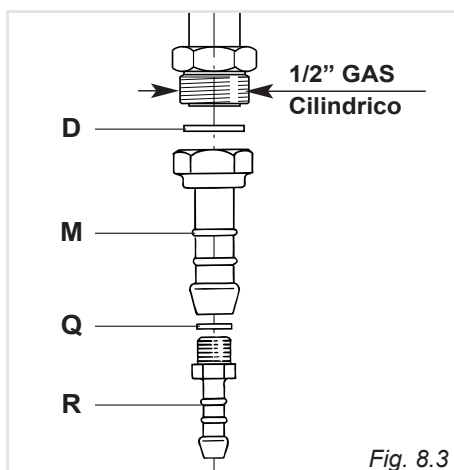

Fig. 8.3
Il gruppo di raccordo (fig. 8.3) si compone di:
- Montare il raccordo portagomma "M" interponendo la guarnizione di tenuta "D" (fig. 8.3).
- Montare sul portagomma "M" la riduzione "R" con interposta la guarnizione "Q" (fig. 8.3).
Per effettuare il collegamento gas è necessario togliere il portagomma "M" (fig.8.3) ed avvitare direttamente sul condotto gas dell'apparecchio il terminale del tubo metallico interponendo la guarnizione "D" (fig.8.4).